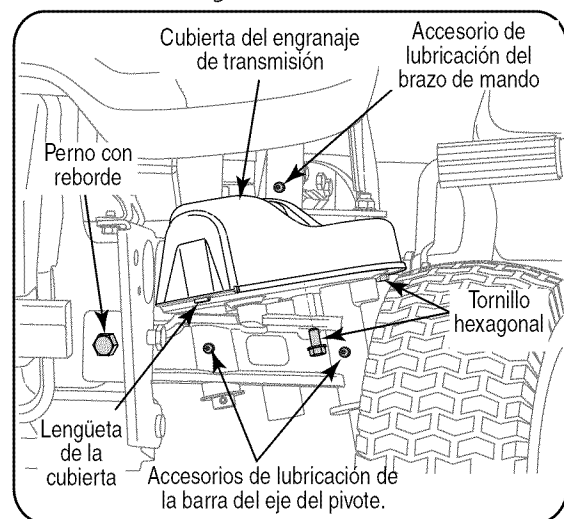

Figura 6-2
- Aplique grasa a través del accesorio lubricante de los brazos de mando derecho e izquierdo que se encuentran en el extremo posterior de las dos barras de acoplamiento del volante. Vea la Figura 6-2.
- Localice los accesorios de lubricación del eje de pivote y eje al frente de uno de los extremos de la barra del eje de pivote. Aplique grasa a través de los dos accesorios de lubricación, luego repita para lubricar el otro extremo de la barra. Vea la Figura 6-2.
- Desde abajo de la placa de apoyo de la cubierta a cada extremo de la barra de pivote, retire los tres tornillos hexagonales que sujetan la cubierta del engranaje de la dirección. Retire las cubiertas y limpie los engranajes. No es necesario lubricar los engranajes. Vea la Figura 6-2.